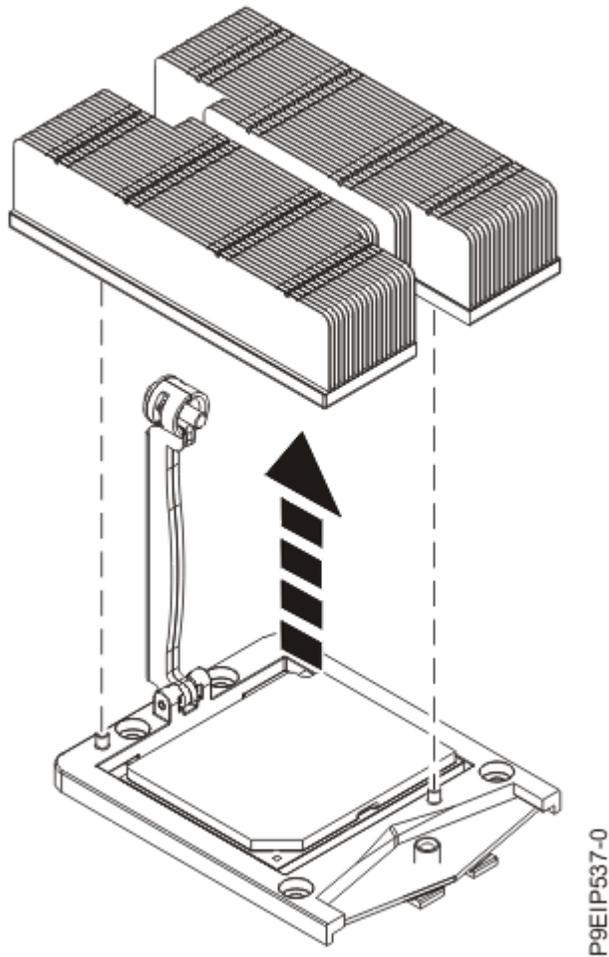

Figura 37. Extracción del disipador térmico
4. Sujete el disipador térmico y extráigalo levantándolo verticalmente, como se muestra en la Figura 37 en la página 41.